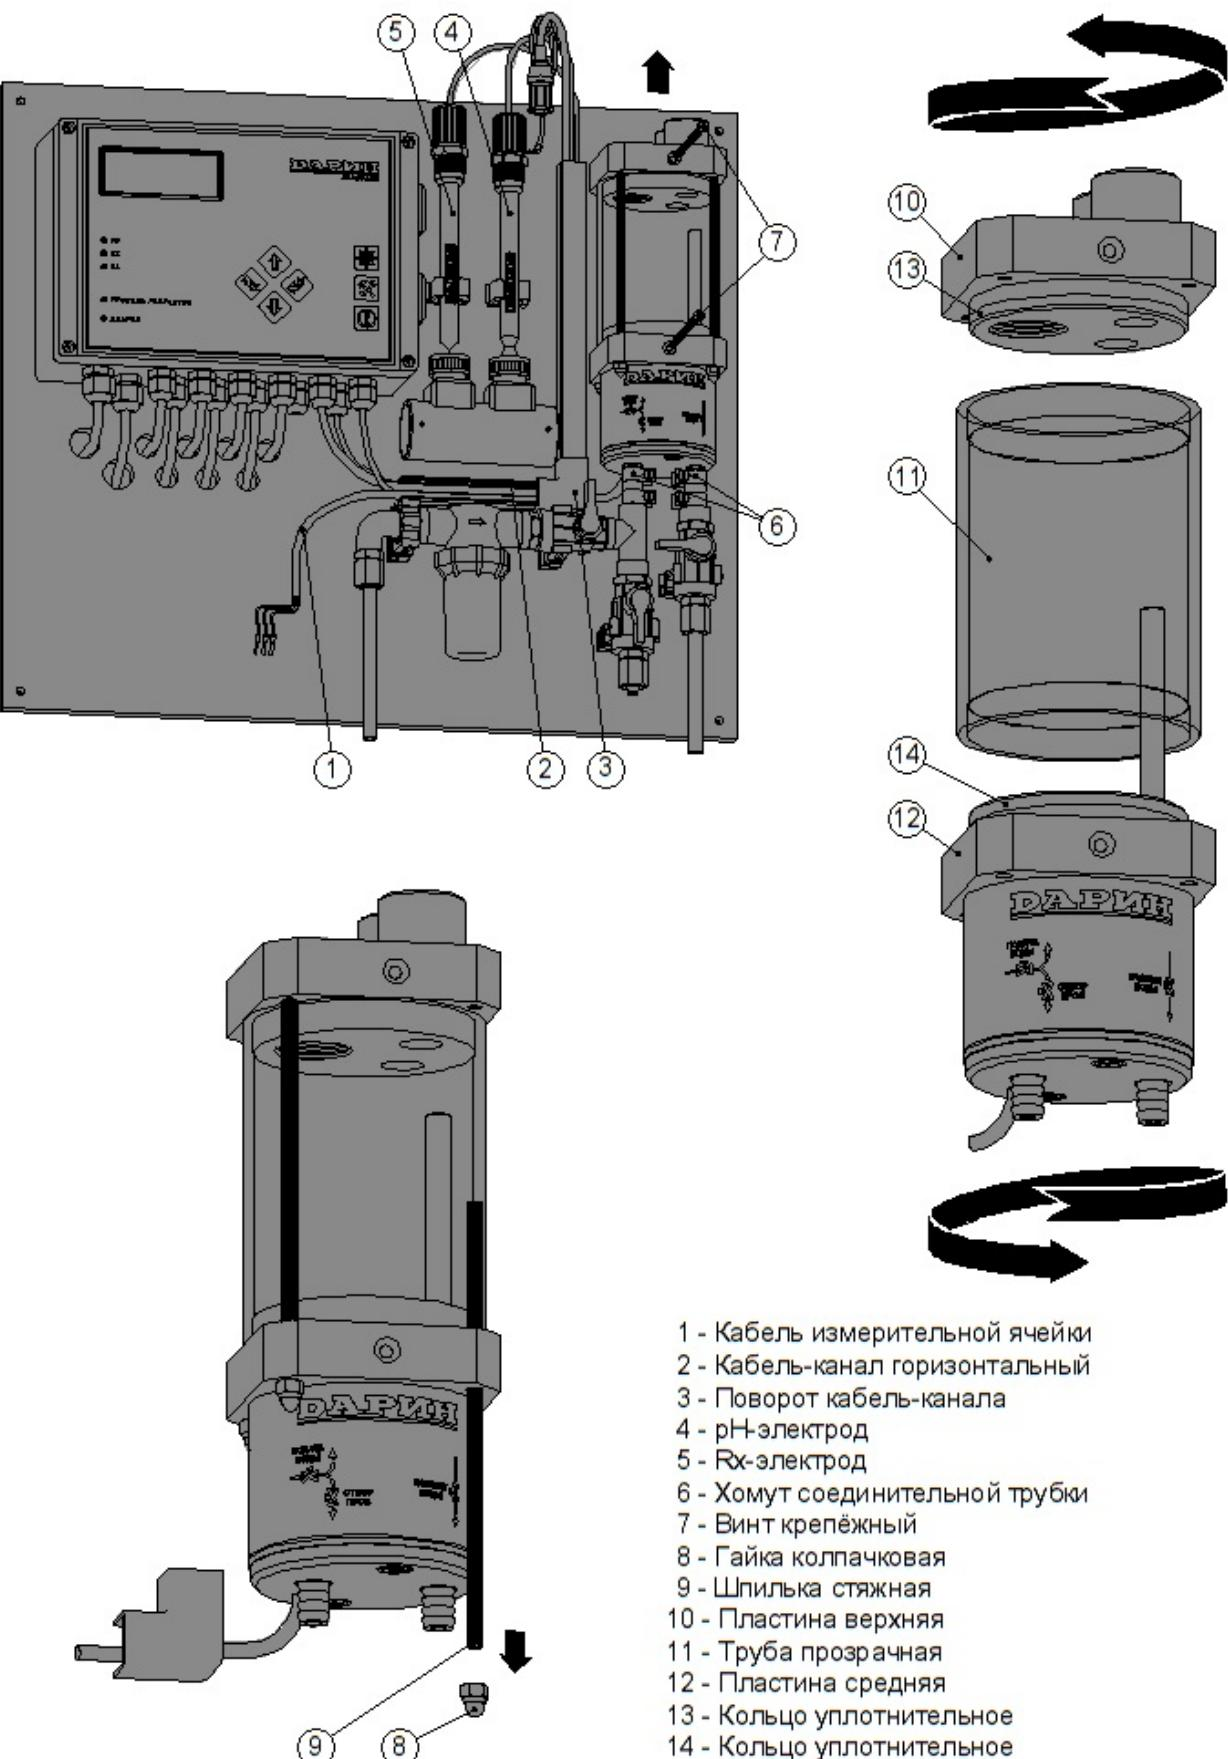

Рис.5.1-2 Очистка стенок проточной камеры измерительной ячейки
- снять крышку с горизонтального кабель-канала (см. рис.28, поз.2) и отсоединить от кабель-каналов поворот (см. рис.5.1-2, поз.3) вместе с кабелем измерительной ячейки (см. рис.5.1-2, поз.1);
- выкрутить из ячейки pH-электрод и Rx-электрод (если он есть); эти электроды поместить в держатели электродов (см. рис.5.1-2, поз. 4 и 5);
- ослабить хомуты соединительных трубок на входном и выходном патрубках измерительной ячейки (см. рис.5.1-2, поз. 6);
- выкрутить крепёжные винты измерительной ячейки (см. рис.5.1-2, поз. 7) – сначала нижний винт, а затем, придерживая ячейку рукой, верхний винт;
- скрутить колпачковые гайки (4 шт.) со стяжных шпилек измерительной ячейки, а затем выкрутить из ячейки и сами шпильки (см. рис.5.1-2, поз. 8 и 9);
- отделить от измерительной ячейки верхнюю пластину, поворачивая и одновременно вытягивая эту пластину из прозрачной трубы (см. рис.5.1-2, поз. 10 и 11);
- отделить от измерительной ячейки прозрачную трубу, поворачивая и одновременно вытягивая из этой трубы среднюю пластину (см. рис.5.1-2, поз. 11 и 12);
- перед сборкой ячейки нанести силиконовую смазку на уплотнительные кольца верхней и средней пластины (см. рис.5.1-2, поз. 13 и 14); рекомендуется использовать смазку для шлангов перистальтических насосов (см. рис.4.2-5, поз. 2);